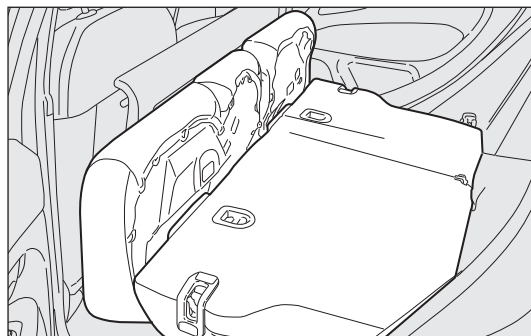

fig. 95
Ampliación total fig. 95
- ☐ levante las manillas A y B-fig. 95 para desbloquear los respaldos y colocarlos sobre el asiento.
Reposicionamiento del asiento trasero fig. 95